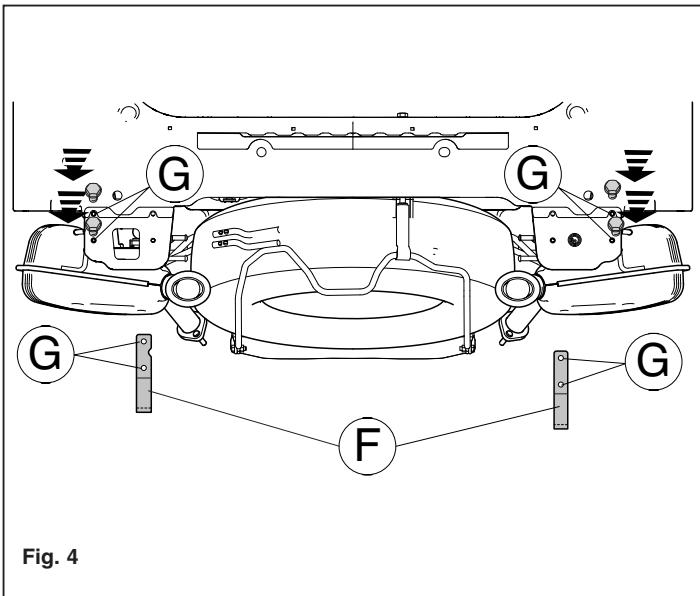

Fig. 4
14. Поставить кронштейн F и прикрепить его в точках G. См. рисунок 4.